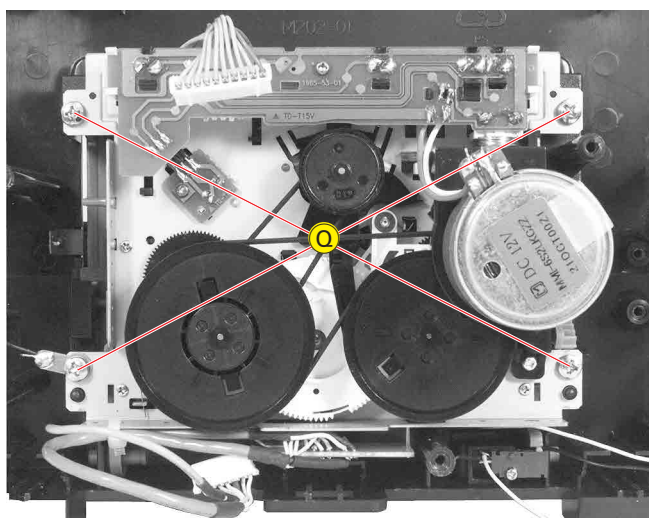

Fig. 24
- 4 Schrauben ③ (Fig. 24) herausdrehen.